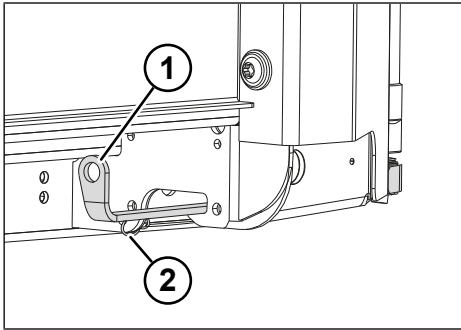

Fig. 6-25: Manetă de tensionare varianta de execuție 1
- ▶ Ancorați cârligul de siguranță (vezi "Fig. 6-25: Maneta de tensionare", pag. 84).